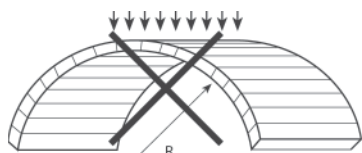

Рисунок 1
1. КРОВЛЯ PLACARB® должна быть установлена каналами/ребрами вниз (Рисунок 1, 1b, 1c, 2). Такое расположение уменьшает накопление грязи внутри листа и снижает тяжесть от конденсации влажности.